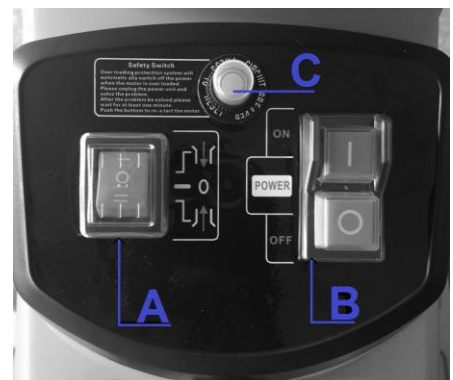

Fig.5
4.4- Mise en Marche et Arrêt (Fig.5)
4.5- Protection contre les surcharges (Fig.5)